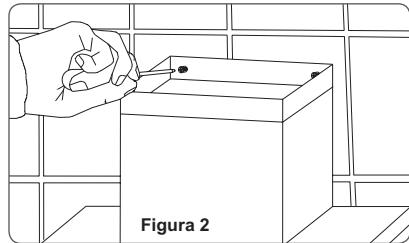

Figura 2
- 3 Fixe a parte superior do corpo da coifa com 2 parafusos (figura 2). Retire o filtro de alumínio e coloque os 2 parafusos que fixam a parte interna da coifa (**B** na figura 1).